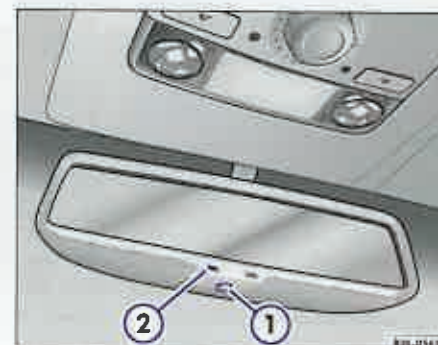

Fig. 55 Oglinda interioară cu reglare automată anti-iorbire.
Reglarea automată anti-iorbire se acționează de la comutatorul din oglinda interioară ⇒ fig. 55 ①. Când reglarea automată anti-iorbire este activată, se aprinde lampa de control ②.